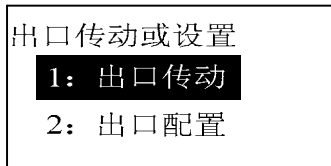

图 7-12 出口子菜单
7.2.5 “出口”：进行装置继电器的输出回路相关操作, 该菜单包括二个子菜单, 如图 7-12 所示: